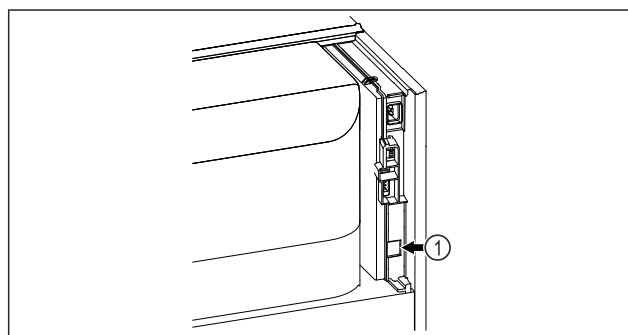

Fig. 90
- Vstavljen je SmartModule Fig. 90 (1).